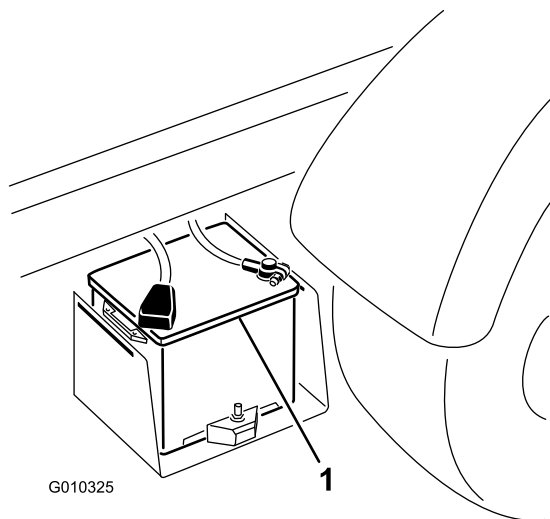

Bild 53
2. Schließen Sie ein Starthilfekabel an die positiven Pole von zwei Batterien an (Bild 53). Der positive Pol kann durch ein +-Zeichen oben auf der Batterieabdeckung gekennzeichnet sein.